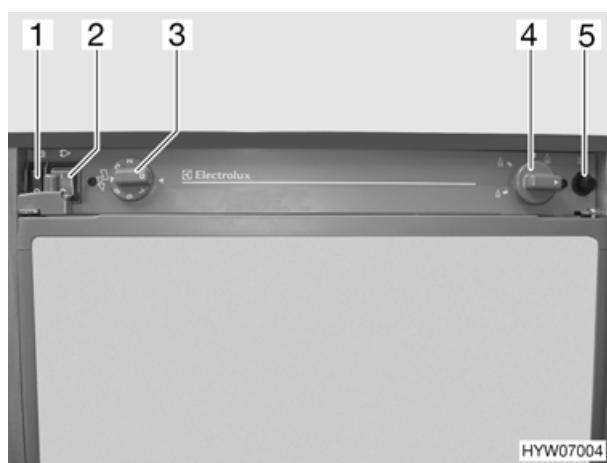

Fig. 65 Elementi di comando del frigorifero (variante 1)
- Posizionare l'interruttore a 230 V  (Fig. 65,2) su "0".
- Posizionare l'interruttore a 12 V  (Fig. 65,1) su "I".
- Ruotare il pomello girevole (Fig. 65,4) in posizione Fiamma alta , premerlo e tenerlo premuto finché il gas non arriva al bruciatore.
- Premere il pulsante di accensione (Fig. 65,5) due volte con forza a brevi intervalli.
- Posizionare l'interruttore a 12 V  (Fig. 65,1) su "0".
- Posizionare l'interruttore a 230 V  (Fig. 65,2) su "I".
- Impostare con il pomello girevole "H" (Fig. 65,3) la temperatura di refrigerazione desiderata fra "1" e "7".